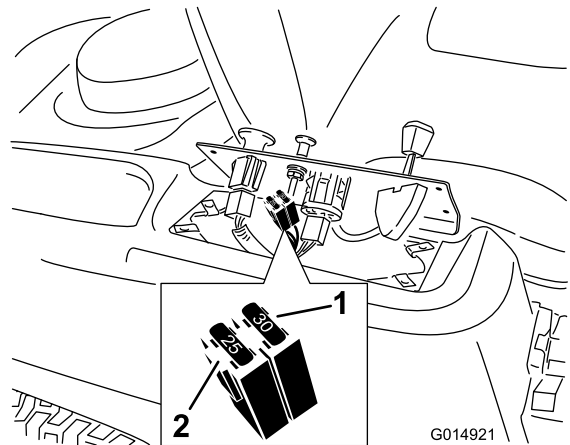

Figura 39
2. Levante el panel de control para tener acceso al arnés de cables principal y al bloque de fusibles (Figura 39).
3. Para cambiar un fusible, tire del fusible para retirarlo (Figura 39).